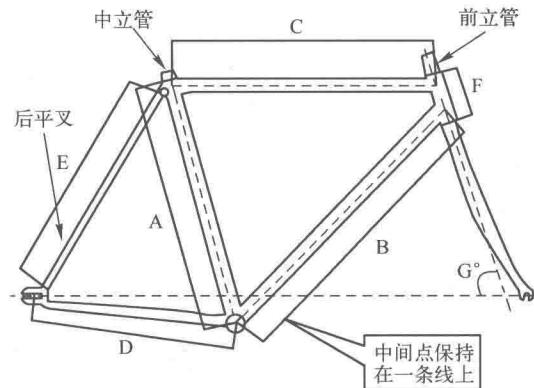

图 1-2 安装电动自行车车架
(1) 安装车架，保持前立管、中立管和后平叉的中间点保持在一条线上，如图 1-2 所示。